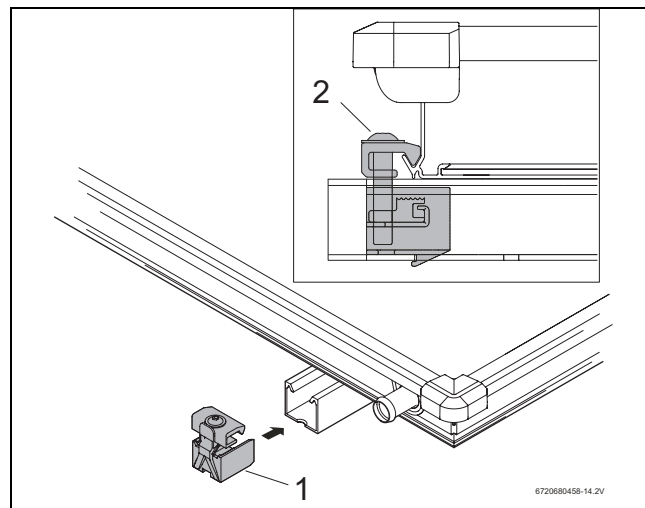

Fig. 66 Tendeur simple gauche
- Insérer le tendeur simple (→ fig. 66, [1]) dans les extrémités du rail profilé.
Le serre-flanc (→ fig. 66, [2]) du tendeur s'insère maintenant dans le bord inférieur du capteur.